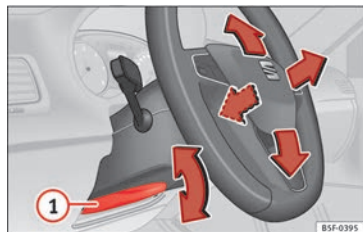

Fig. 16 Levier sur la partie inférieure latérale gauche de la colonne de direction.
• Régler la position du volant : tirez le levier **» fig. 16 1** jusqu'en bas, déplacez le volant sur la position désirée puis remontez le levier en position de verrouillage.